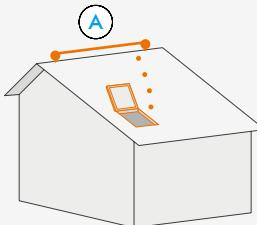

Fig. 3
- **from inside**, through a suitable trapdoor (Fig. 3).
• **Desde el interior**, a través de una trampilla (Fig. 3).